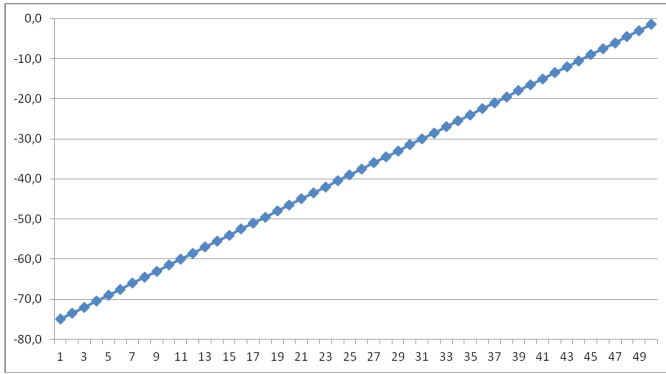

fig.4
4. Courbe #4 - Ceci est une courbe linéaire -in-dB (fig. 4)